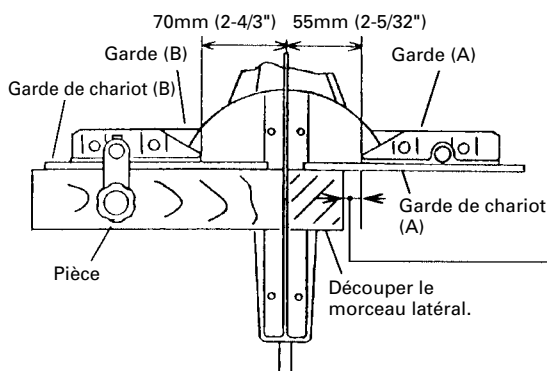

Fig. 18
La garde de chariot (A) et la garde de chariot (B) ont pour but de stabiliser les petites pièces comme indiqué sur la Fig. 18.